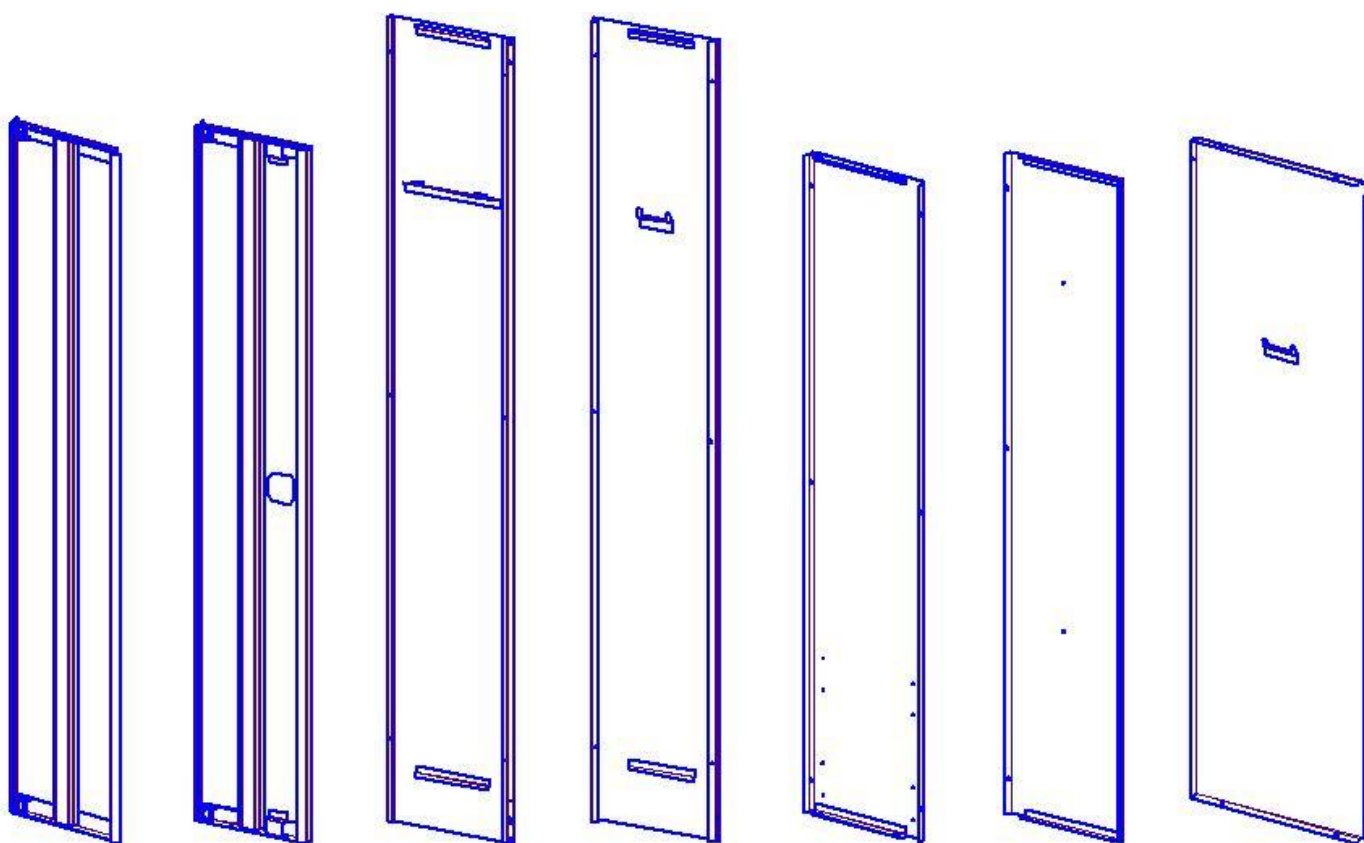

Рис. 2 Дверь левая Рис. 3 Дверь правая Рис. 4 Стенка левая Рис. 5 Стенка правая Рис. 6 Стенка задняя левая Рис. 7 Стенка задняя правая Рис. 8 Перегородка
4.1. Комплект поставки шкафа сушильного представлен в таблице 2 и на рис.2÷21